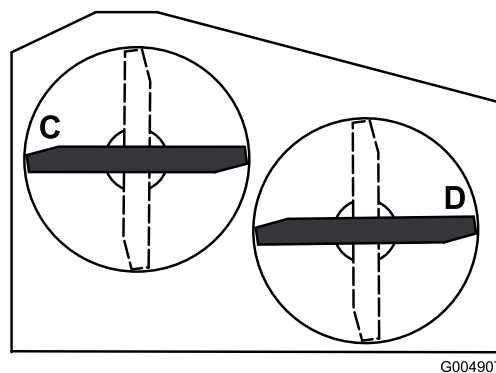

Figure 60
2. Tournez les lames pour les mettre parallèles dans le sens transversal. Mesurez la distance aux points C et D (Figure 60) entre une surface plane et le bord coupant des pointes des lames.